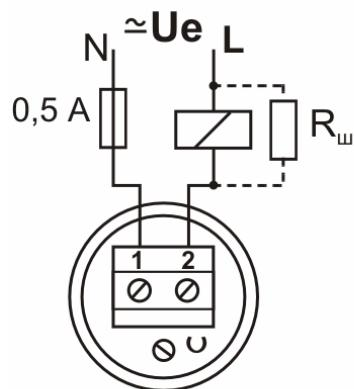

Рисунок 3 – Схема электрическая подключения сигнализатора уровня СУ 502П
- а) нагрузку подключать к фазному проводу питающей сети (рисунок 3), в противном случае возможно ложное свечение светодиода;
- б) если нагрузкой является слаботочное реле, ток отпускания которого меньше минимального рабочего тока сигнализатора уровня, обмотку реле следует зашунтировать резистором с соответствующим сопротивлением (рисунок 3).